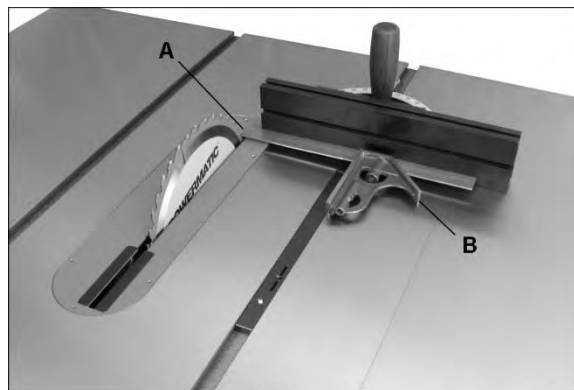

Рисунок 8-10
См. Рисунок 8-10 и 8-11.
3. Отметьте один зуб (А, Рисунок 8-10) маркером и поместите зуб немного выше верхнего края стола спереди.